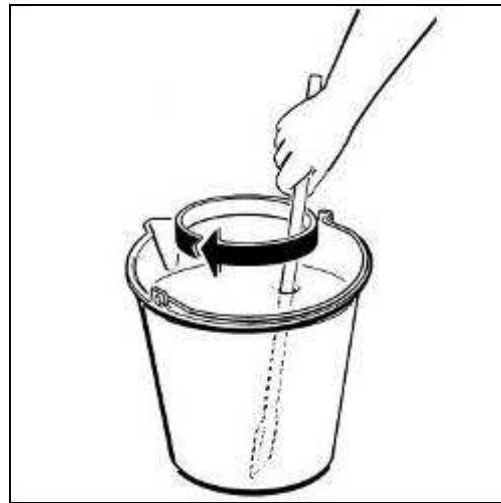

Fig. 4
- Diluer et mélanger, dans un récipient à part, le produit avec de l'eau ou du lait, selon les indications du fabricant (voir la figure 4).